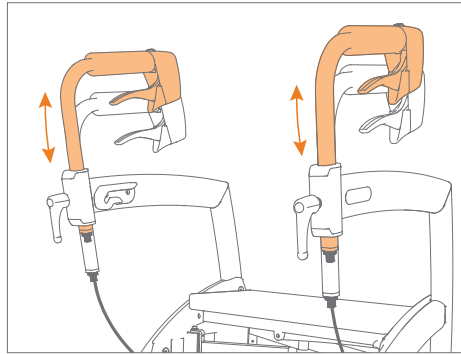

Abbildung 21: Stellen Sie die richtige Höhe ein.
- b. Schieben Sie die Griffe auf die richtige Höhe (**Abbildung 21**).